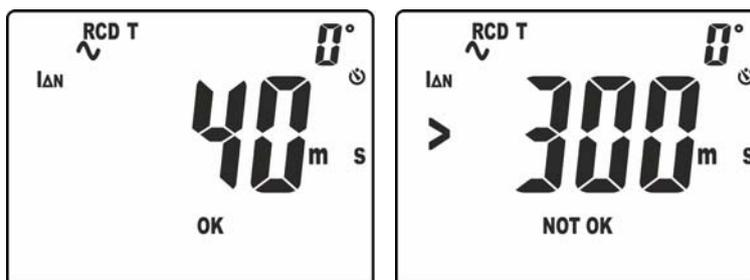

Fig. 35: Tempo de disparo no modo manual em $I_{\Delta n}$
10. O resultado correto da medição é apresentado no display (ver Fig. 35 – parte esquerda) com indicação “OK”
11. O resultado da medição incorreto é apresentado no display (ver Fig. 35 – parte direita) com indicação “NÃO OK”. Um curto som contínuo é emitido pelo instrumento